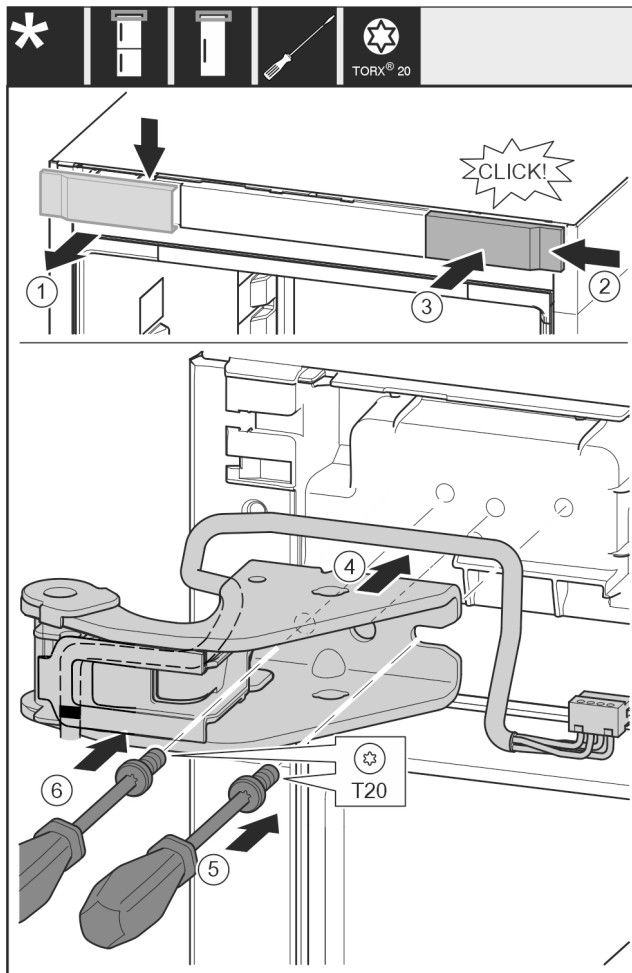

Fig. 30
- ▶ Снимите крышку сверху вперед. Fig. 30 (1)
- ▶ Навесьте крышку, повернув ее на 180°, справа с другой стороны. Fig. 30 (2)
- ▶ Зафиксируйте крышку. Fig. 30 (3)
- ▶ Установите верхний опорный кронштейн. Fig. 30 (4)
- ▶ Установите и затяните винт отверткой T20. Fig. 30 (5)
- ▶ Вставьте и затяните винт отверткой T20. Fig. 30 (6)